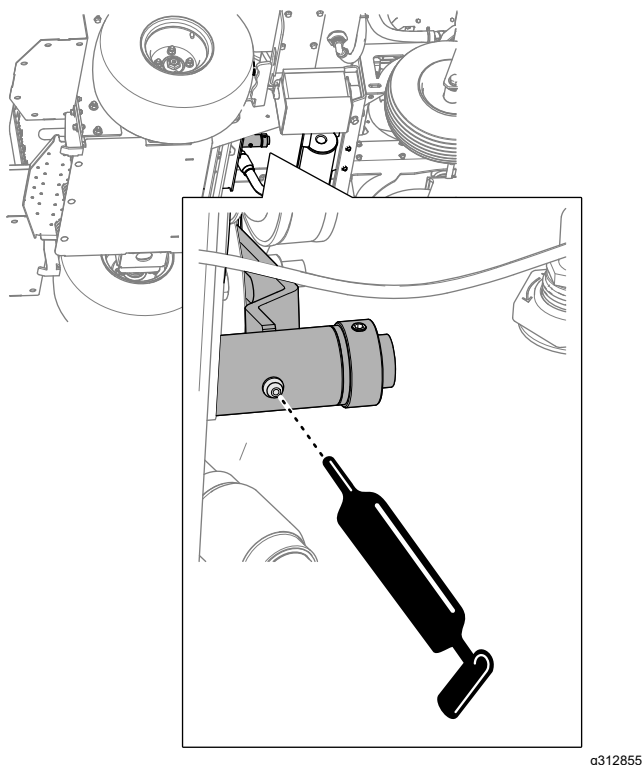

Figure 66
2. Au bas de la machine, nettoyez les graisseurs du pivot du tendeur de courroie avec un chiffon (Figure 66).
3. Raccordez une pompe à graisse aux graisseurs (Figure 66).